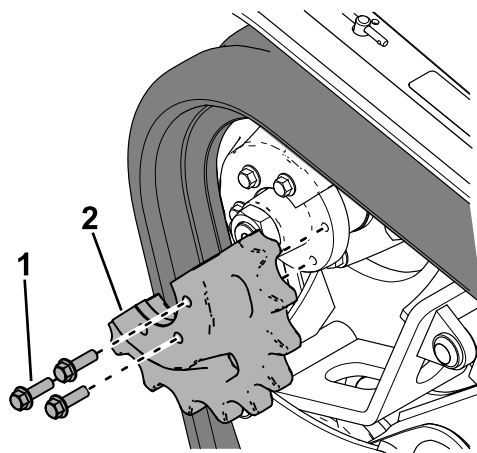

Figure 28
9. Retirez les 3 boulons qui fixent la moitié de pignon qui n'est pas engagée sur la chenille (Figure 28).
6. Appliquez du frein-filet sur les boulons du demi-pignon d'entraînement que vous avez retiré et posez le demi-pignon (Figure 28). Serrez les boulons à un couple de 95 à 115 N·m.